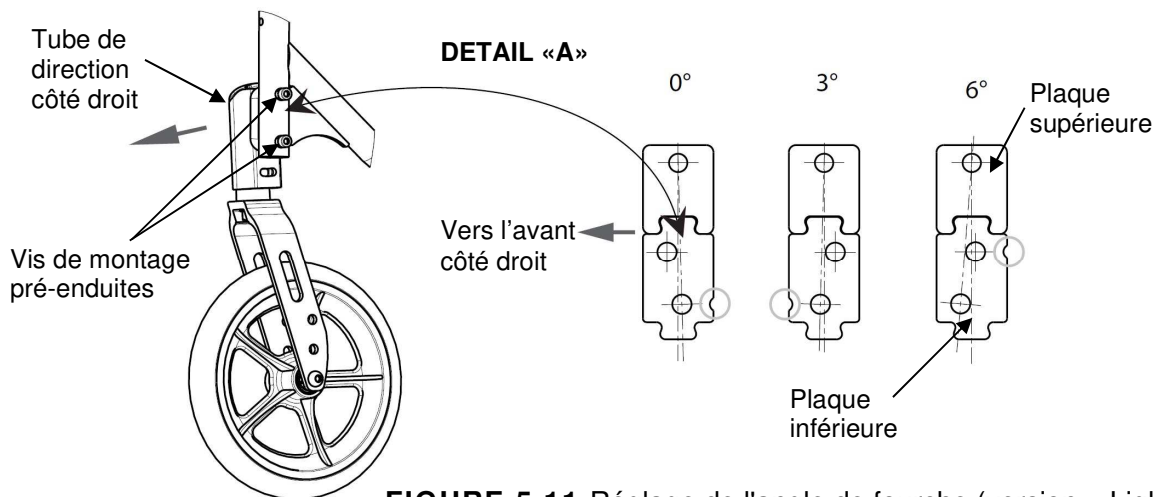

FIGURE 5.11 Réglage de l'angle de fourche (version « Light »)
REMARQUE : pour cette procédure, reportez-vous à la FIGURE 5.11, page suivante.
3. Appairer le jeu de plaques à l'angle choisi en positionnant du support inférieur suivant les 3 positions du détail « A » de la figure 5.11, page suivante.